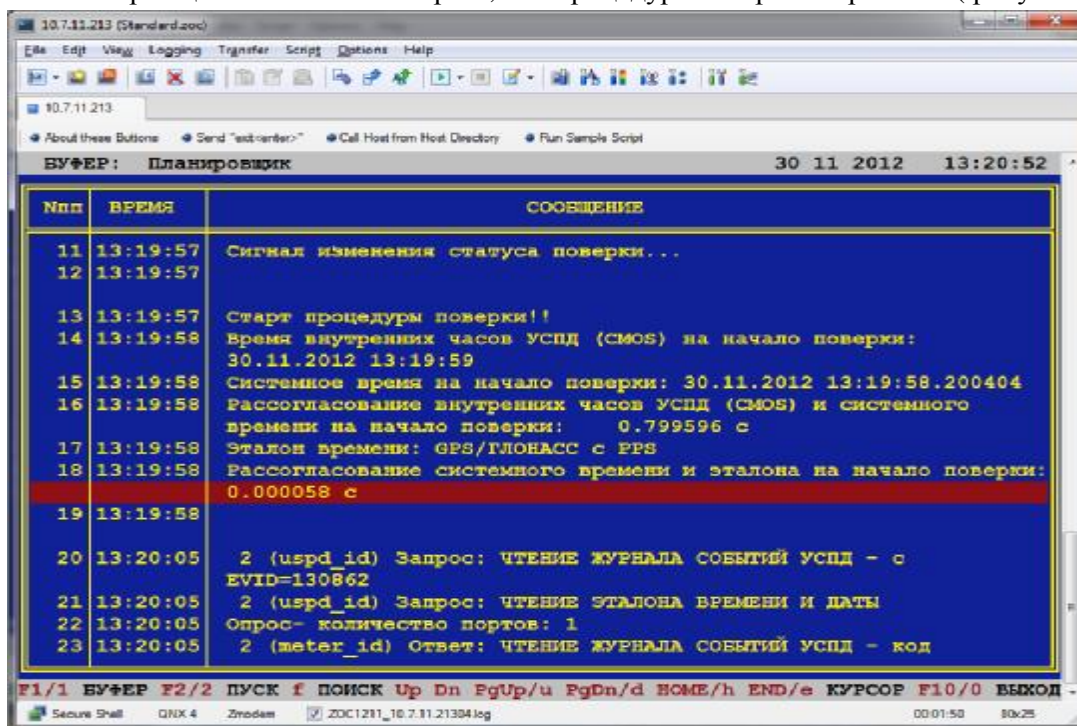

Рисунок 45
6.5.2.7. В планировщике можно посмотреть, что процедура поверки стартовала (рисунок 45).